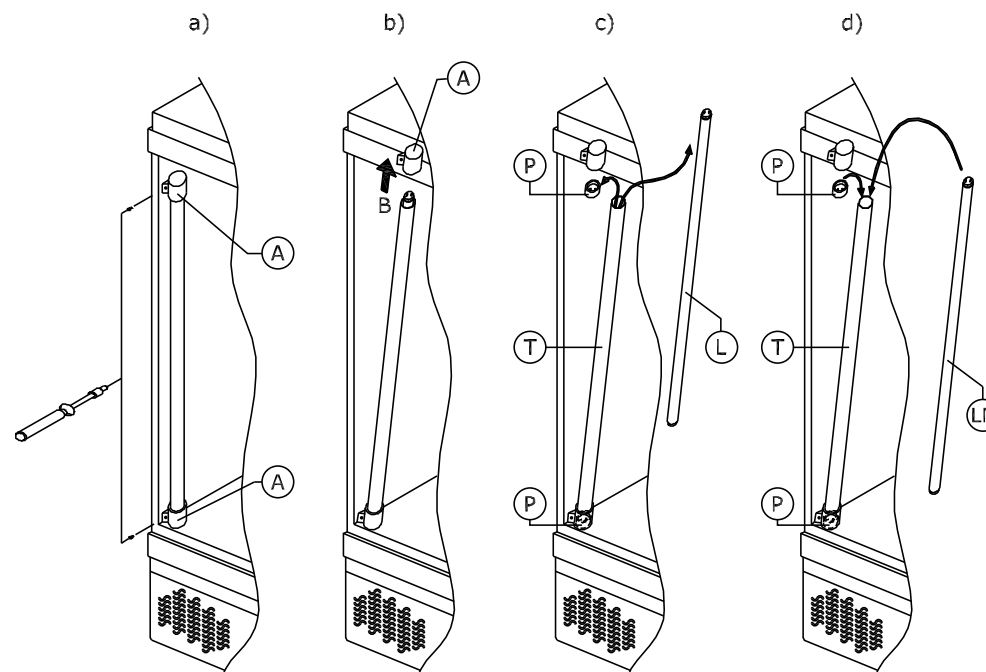

fig. 4.2
1. Con el empleo de un destornillador remover las coberturas de plástico (A) que paran lo tubular transparente a la celda, destornillando las dos vides (Fig. 4.2 - a).
2. Con la máxima delicadeza desfilas la cobertura superior (A) tirándola axialmente en el sentido indicado por la flecha (B) (Fig. 4.2 - b).
3. Siempre con delicadeza, desfilas la portalámpara superior (P) desconectando la lámpara que reemplazar (L) por lo tanto extraerla de lo tubular protector transparente (T) (Fig. 4.2 - c).
4. Reemplazar la lámpara (L) con la nueva lámpara (LN), siempre de 36 W, introduciéndola en lo tubular (T). Reinsertar por lo tanto las dos portalámparas (P) cerciorándose que las conexiones eléctricas sean hechas correctamente (Fig. 4.2 - d). Insertar de nuevo las coberturas de plástico (A) y reposicionar el sistema de iluminación (LN)+(P)+(T)+(A) fijándose de nuevo en él con las adecuadas vides.